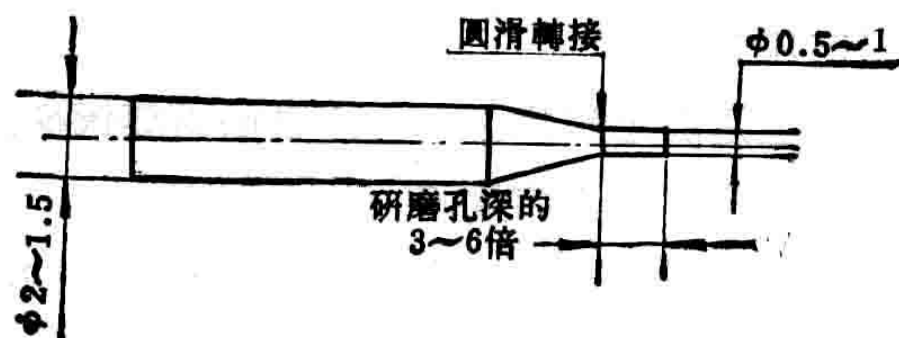

图 4 小孔研磨棒示意图
(1) 研磨棒材料的硬度要比被加工零件低；
(2) 研磨棒材料越硬，則研磨效率越低(因嵌入的研磨膏粒度少)，但所研磨零件的精度和光洁度高，适于精研；反之則研磨效率高，但所研磨零件的精度和光洁度低，适于粗研；
(3) 研磨棒表面应光整，不应有砂眼、坑疤和伤痕等。对于軟鋼制作的研磨棒，若条件許可，最好先用无心磨方法将其磨到所需要尺寸；
(4) 在研磨直徑为 1 厘米以下的孔时，要特別注意研磨棒要有足够的剛性，絕不可用等直徑的金屬絲代替，以防折断和被研孔形成喇叭口。最好做成如图 4 所示的形状。